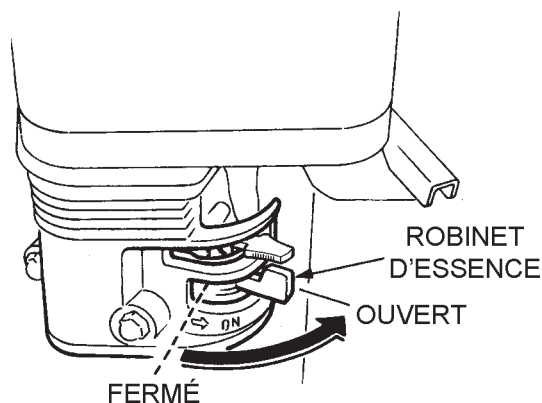

Figure 21. Levier du robinet d'essence du moteur
1. Placez le **levier du robinet d'essence** du moteur (Figure 21) sur position **ON** (Ouvert).